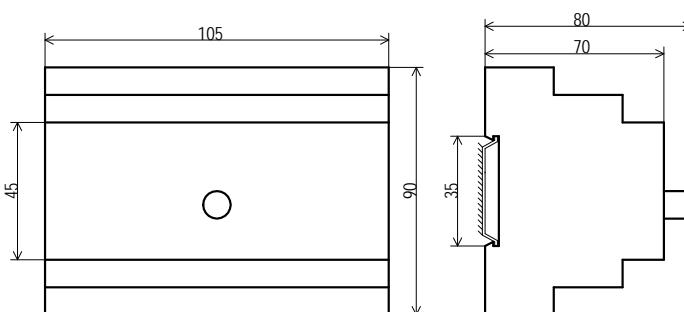

Рис.1 Габаритные и установочные размеры БУАВР1
3.38.Габаритные и установочные размеры БУАВР приведены на рис. 1.
4.2. Габаритные и установочные размеры БУАВР1 приведены на рис. 1.